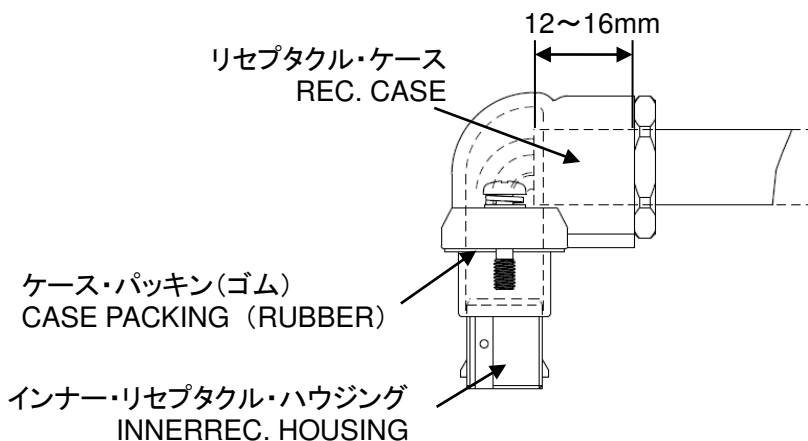

Fig. 5
5) ケーブルの位置決めを行います。ケーブルジャケット端が Fig. 5 の位置に来るように位置決めし、その位置を保持したまま、ワイヤー・ラバーパッキン、ワイヤクランプをリセケース内にずらし、ワイヤ・フィクスト・セット・スクリュを締め付けてケーブルをリセケースに固定してください。スクリュの締め付けトルクは、Fig.6 を参照してください。
5) To positioning and fix the cable to the receptacle case, proceed as follows. Slide the receptacle case so that the end of cable jacket is positioned as Fig. 5. Keeping the position, slide the wire rubber packing, the wire clamp into the receptacle case then tighten the fixed set screw. The fixed set screw must be tighten by the torque in Fig.6.